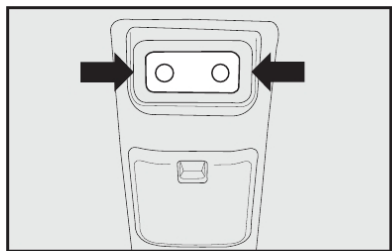

fig. 39
1) Com uma chave de fenda no ponto indicado pela seta-**fig. 39** remover o conjunto da luz interna montado a pressão;